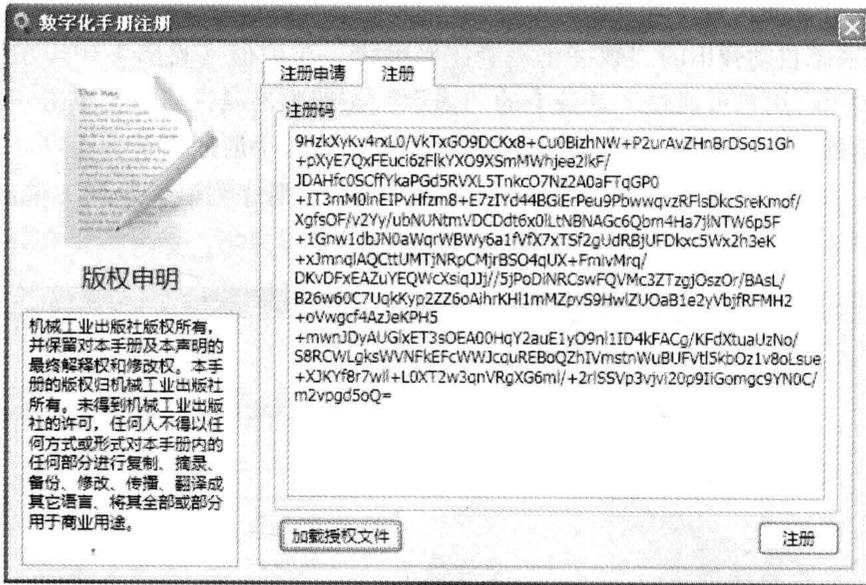

图 1-11 “加载授权文件”对话框
1) 当用户收到手册发行商返回的手册授权文件(文件扩展名为 lic)后, 运行数字化手册, 在自动弹出的“数字化手册注册”对话框中(如果该窗口被关闭, 用户可通过工具条上的“属性”按钮弹出“属性”窗口, 单击“授权”窗口上的“立即注册”标签, 重新打开注册对话框)选择“注册”窗口, 单击“加载授权文件”按钮加载授权文件(见图1-11), 然后单击右下角的“注册”按钮完成数字化手册的注册。